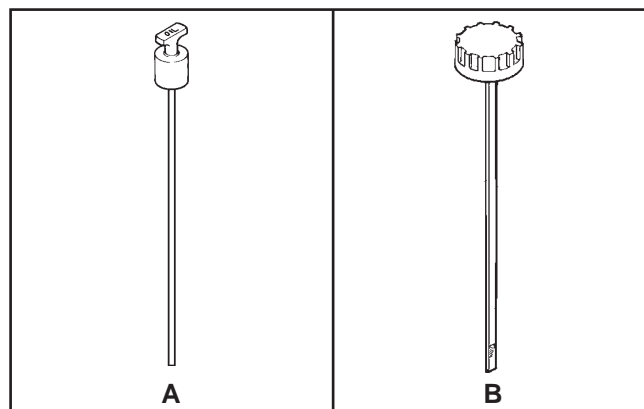

Figure 6-2. Vérification du niveau d'huile.
réinsérer la jauge dans le tube et enfoncer dans le tube. Voir figure 6-2 (A).
Remettre en place la jauge dans le tube et placer le bouchon sur le tube. Ne pas visser le bouchon. Voir la figure 6-2 (B).